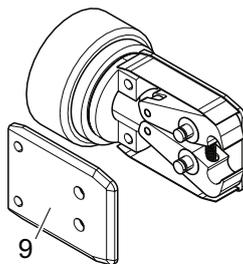

Abb. 28: Abnehmen der Seitenplatte
6. Nehmen Sie die Seitenplatte (Abb. 28/9) ab.